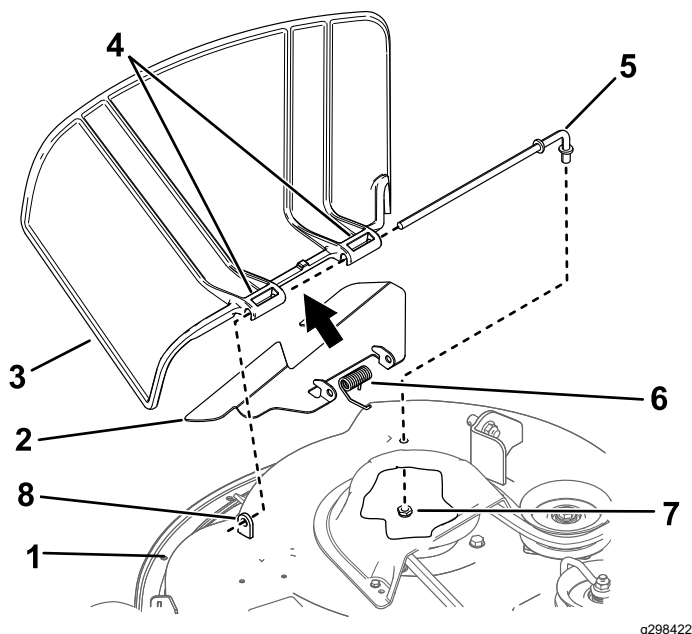

Bild 76
1. Nehmen Sie die Mutter ($\frac{3}{8}$ ") aus der Stange unter dem Mähwerk ab (Bild 76).
- Schieben Sie die Stange aus dem kurzen Vorsprung, der Feder und Drehzapfen (Bild 76).
- Montieren Sie das neue Ablenkblech (Bild 76).
- Schieben Sie die Stange durch den zweiten Drehzapfen am Grasablenkblech (Bild 76).
- Befestigen Sie das hintere Stangenende mit einer Mutter ($\frac{3}{8}$ ") am Mähwerk, wie in Bild 76 abgebildet.